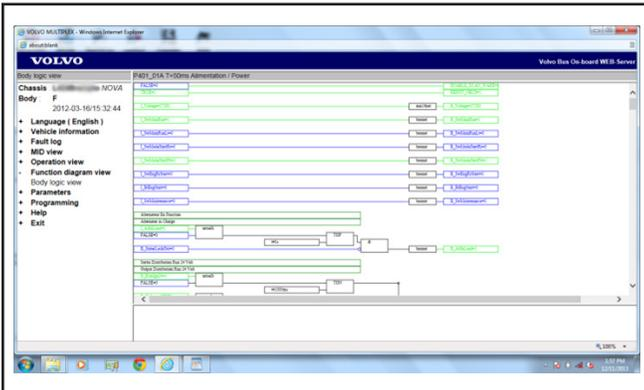

Figure 35 - Mises-a-jour en temps réel
19. Les images SVG sont affichées sur la page du serveur et montrent en temps réel les changements dans les entrées et sorties de données multiplex. Voir Figure 35.